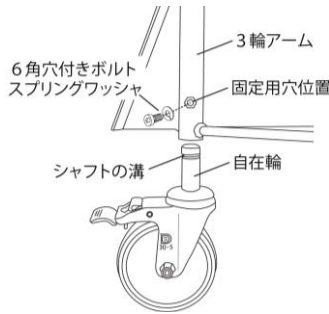

図1
- ① 3輪アームに自在輪を差込み、自在輪のシャフトの溝を3輪アームの固定用穴位置に合わせてください。
- ② 六角穴付きボルトとスプリングワッシャを使用して3輪アームと自在輪を確実に固定してください（図1参考）。